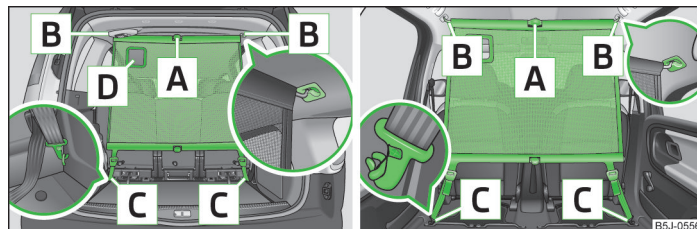

Abb. 49 Netztrennwand hinter den Rück-/Vordersitzen verwenden
- › Die Querstange in die Aufnahme **B** » Abb. 49 erst auf der einen Seite setzen und nach vorn drücken. Auf gleiche Weise die Querstange auf der anderen Seite in die Aufnahme **B** setzen.
- › Die Gurte auf beiden Seiten lösen und die Karabiner **C** aushängen » Abb. 49.
- › Auf die rote Taste des Gelenks **A** » Abb. 49 drücken - das Gelenk löst sich.
Die Öffnung **D** » Abb. 49 in der Netztrennwand dient zur Durchführung des Dreipunkt-Sicherheitsgurts » Seite 131, *Sicherheitsgurt für den hinteren mittleren Sitz*.